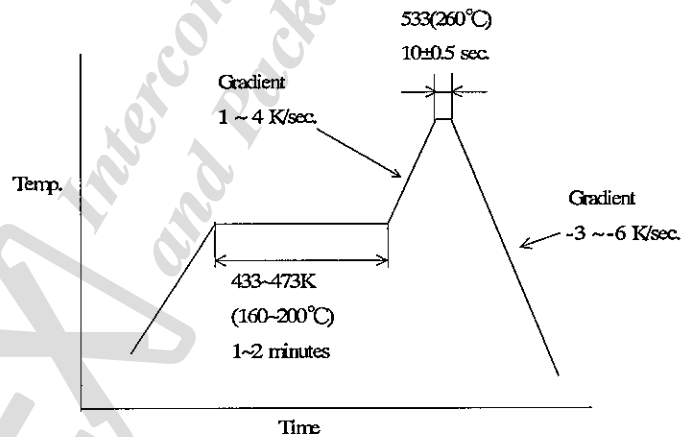

Fig4
(2) Reflow soldering heat resistance / 半田耐熱性
A. Testing : Put on the receptacle connector to PCB , apply the heat 2 cycles as shown in Fig. 4
A. 試験法: 基板にリセプタクルコネクタを置き、Fig. 4の条件で2回リフローを行う。